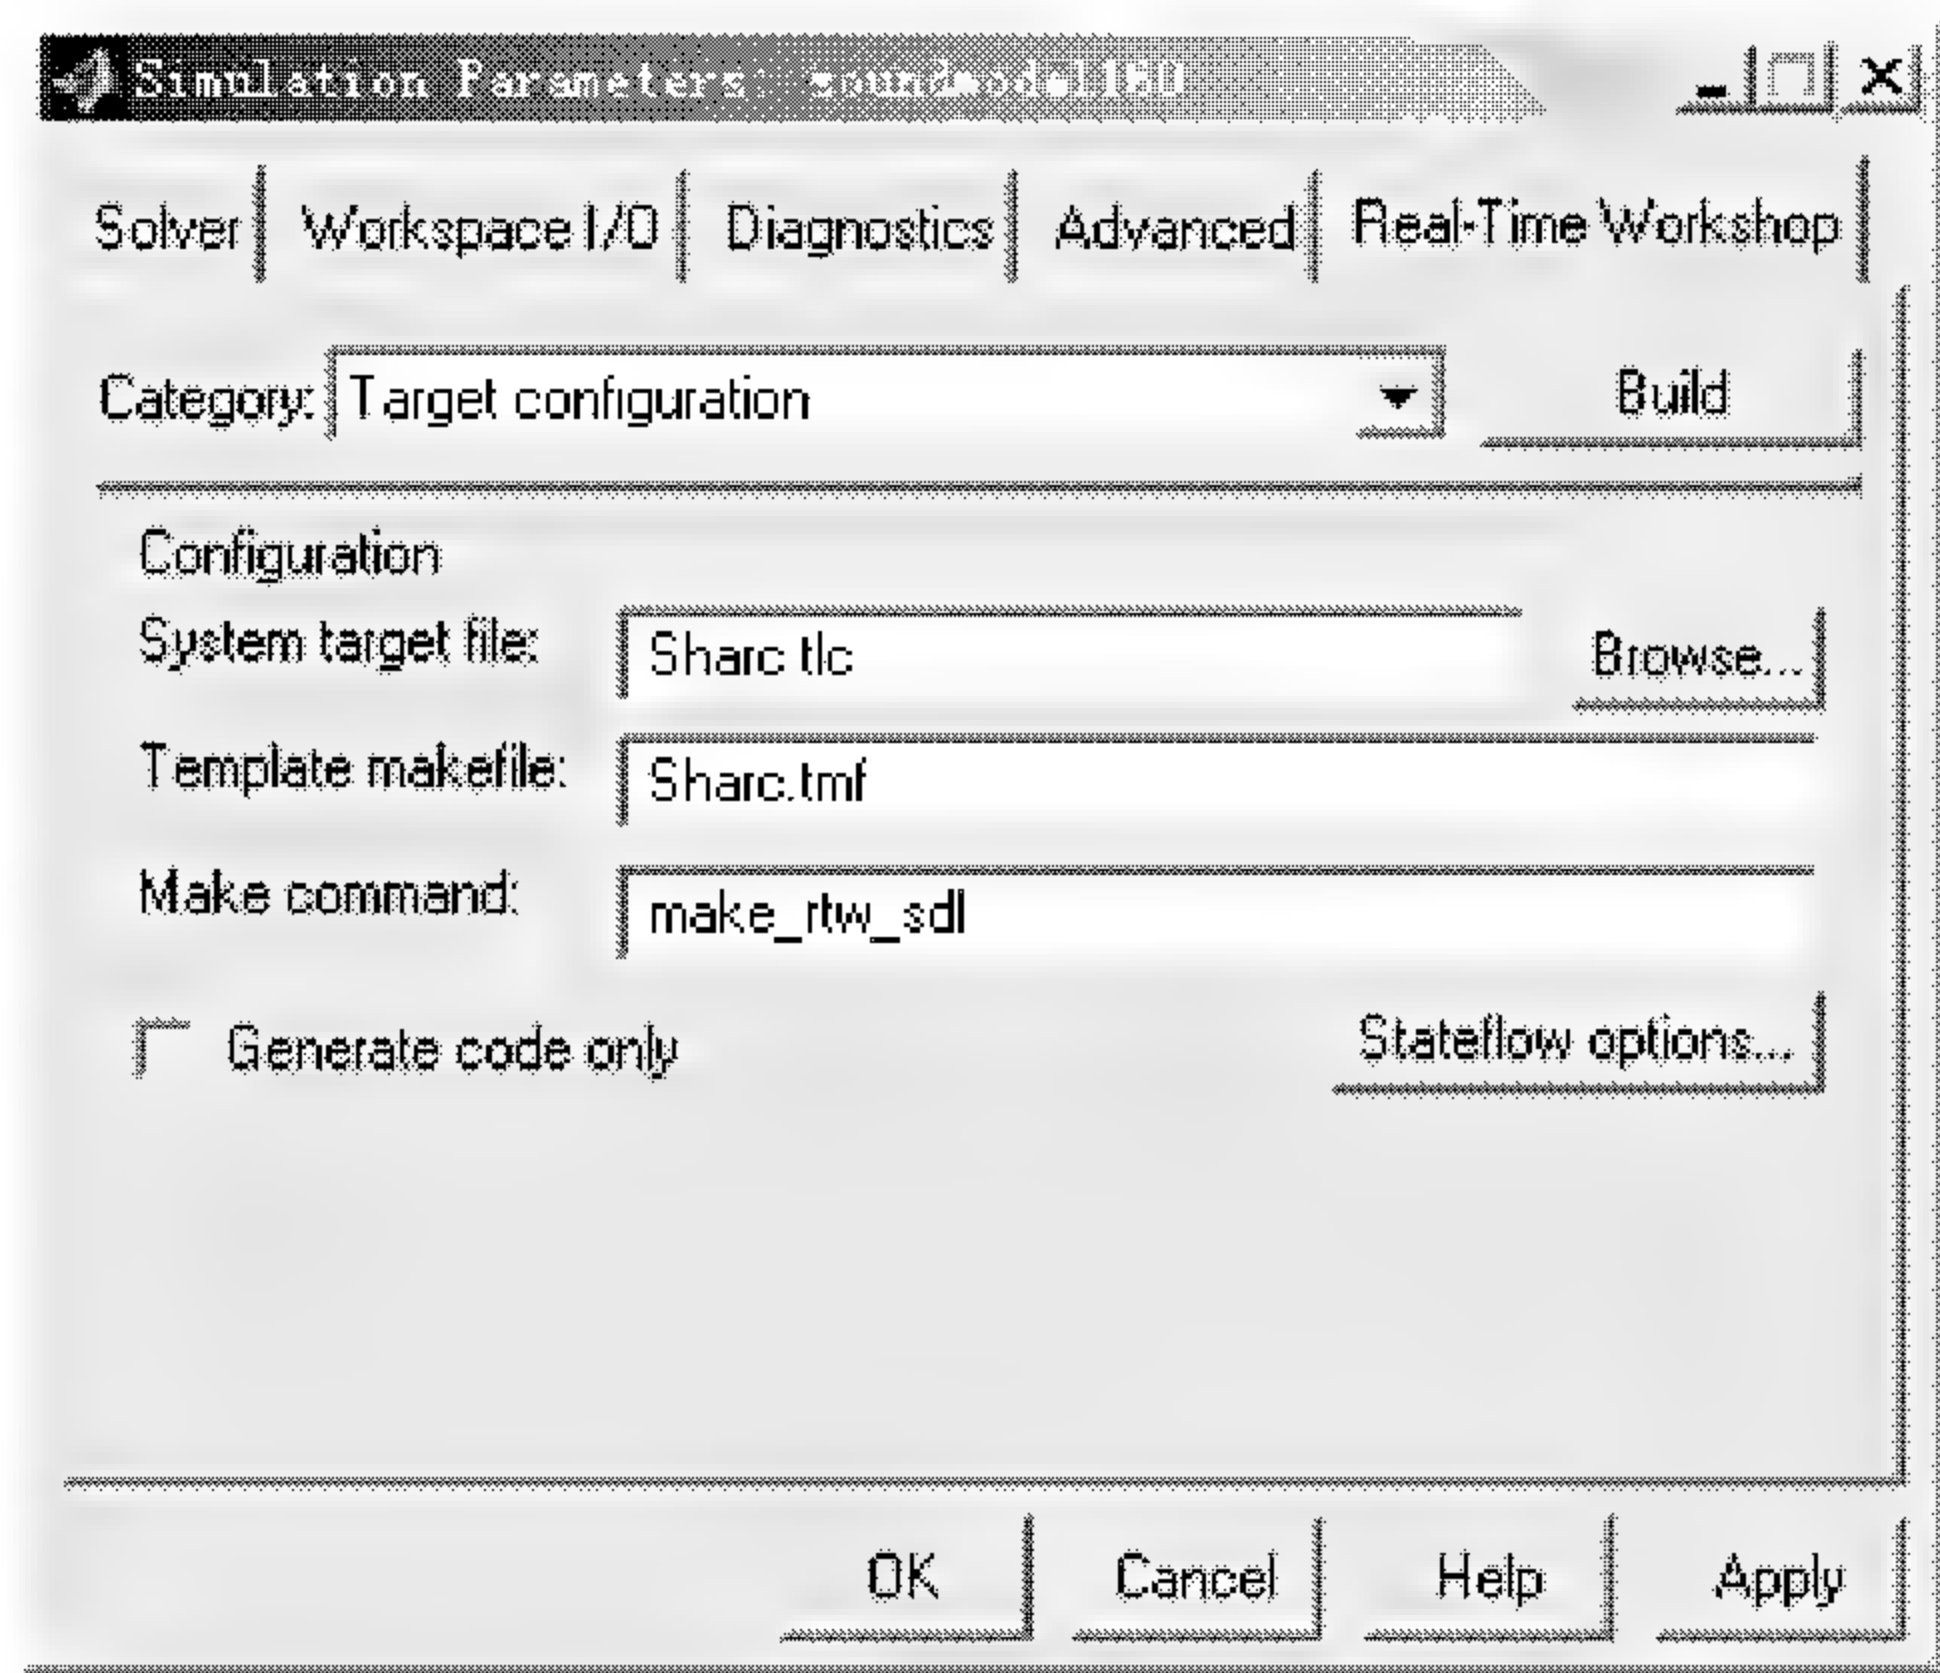

图 7.4 Real - Time Workshop 的设置面板
(4) 在把 Simulink 模型生成目标代码之前,还必须首先设置 Real - Time Workshop 选项,即指定 Real - Time Workshop 如何把 Simulink 模型生成 DSP 的可执行代码。在 Simulink 模型窗中选择 Tools→Real - Time Workshop→Options, 打开 Real - Time Workshop 设置面板,如图 7.4 所示。